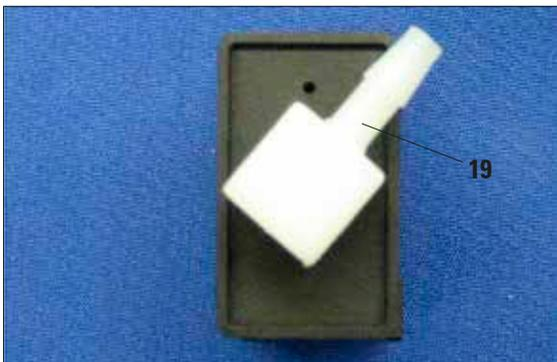

Fig. 28
Si dos estaciones de enjuague deben colocarse una junto a la otra, la conexión (19) de la estación izquierda debe alinearse tal y como se muestra en la fig. 28.